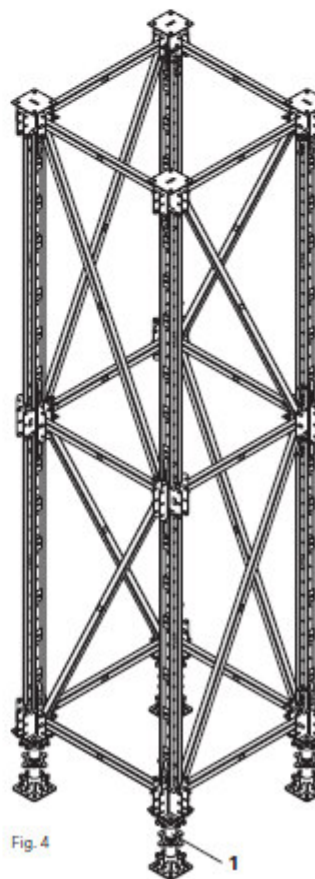

Fig. 4
5. Posizionare la torre in modo che poggi sull'albero regolabile ATS 360-550 (1). (Fig. 4)